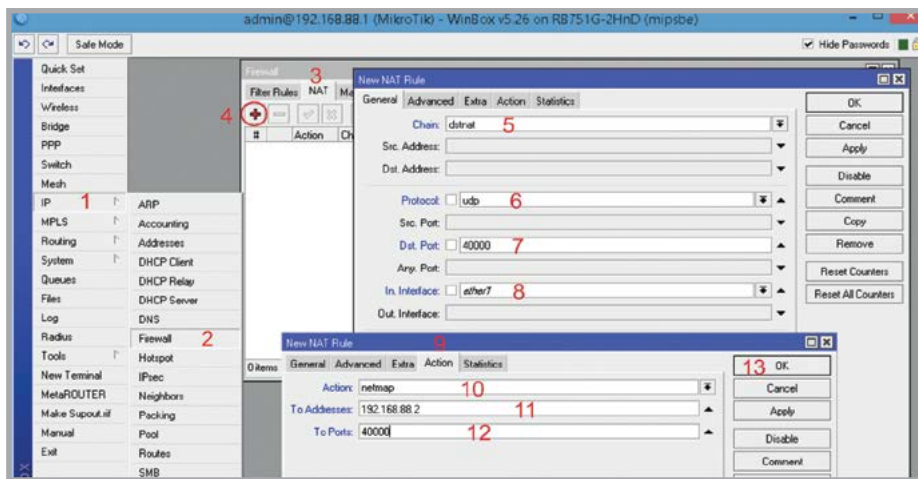

Рис. 15. Проброс портов
1. Открываем меню **IP** (рис. 15).